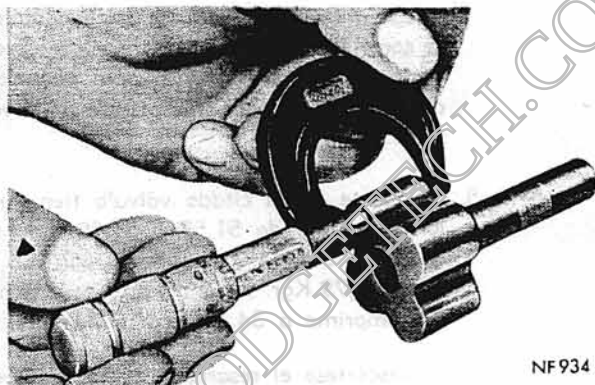

Fig. 6 - Medición del Espesor del Rotor Interior.
5. Si el rotor interior mide **menos** de 25,3 mm (.998") deberá instalarse uno nuevo (Fig. 6).